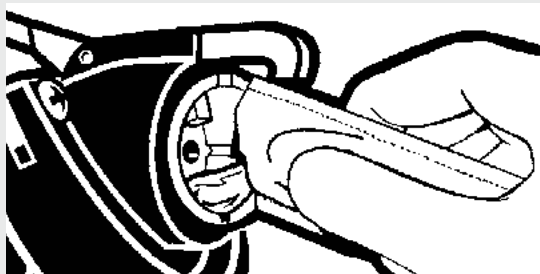

Figura 1.
- Libere la sección perforada en la parte superior de la caja (cerca de la lengüeta de cierre que retenía la tapa), y dóblela hacia abajo para permitir que las mangueras entren en los dos recortes previstos. (Ver Figura 1)